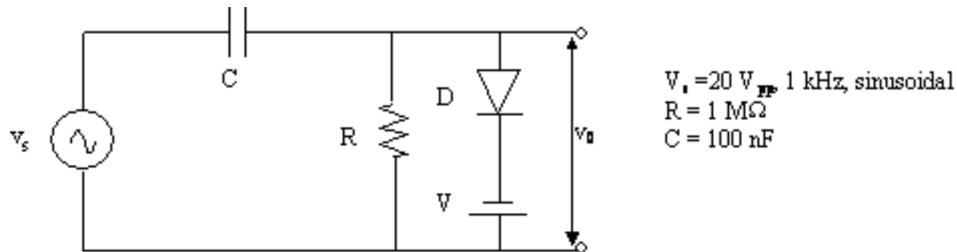

Figura 9. Fijador de nivel.
3. Realizar un circuito fijador de nivel polarizado negativamente, siguiendo la figura 9, tal que cumpla que el nivel mayor alcanzado por la señal de salida sea de -4 V.